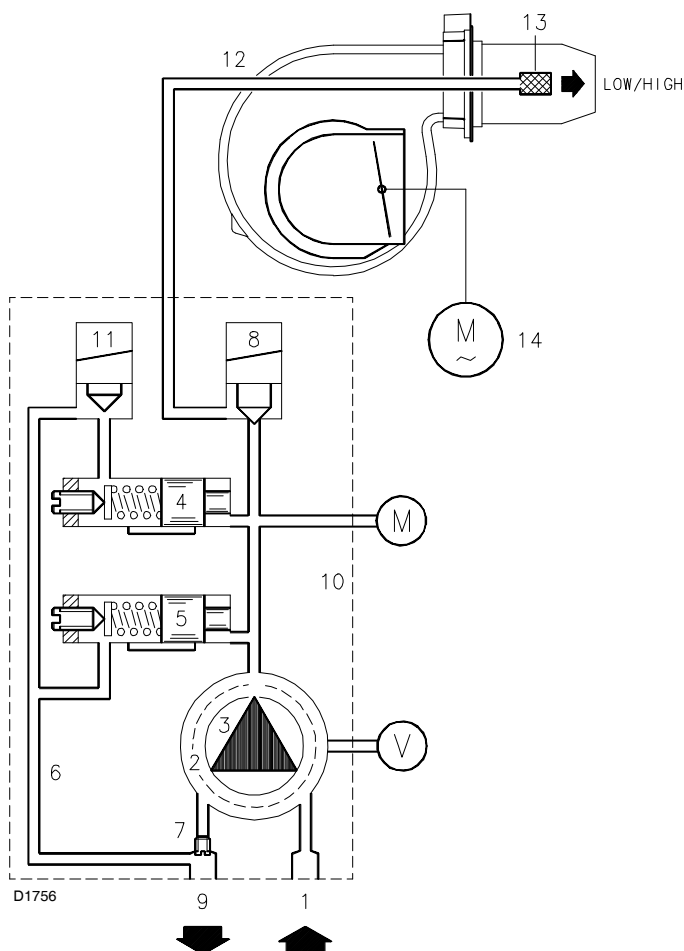

Fig. 25
- Quand la température, ou la pression, augmente jusqu'à l'ouverture de TR, l'électrovanne 11) (Fig. 25) se ferme et le brûleur passe de la 2^{ème} à la 1^{ère} allure de fonctionnement.